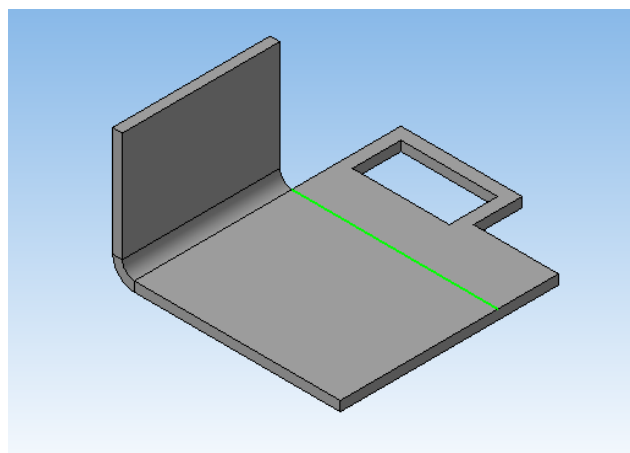

Рисунок 70.
2. Нажать «Создать объект», (будем рассматривать на примере первого варианта) система выполнит пластину и вырез в листовой детали (рисунок 70).
3. На горизонтальной поверхности пластины на расстоянии высоты подстроенной пластины от правого края проводим линию сгиба (рисунок 70).